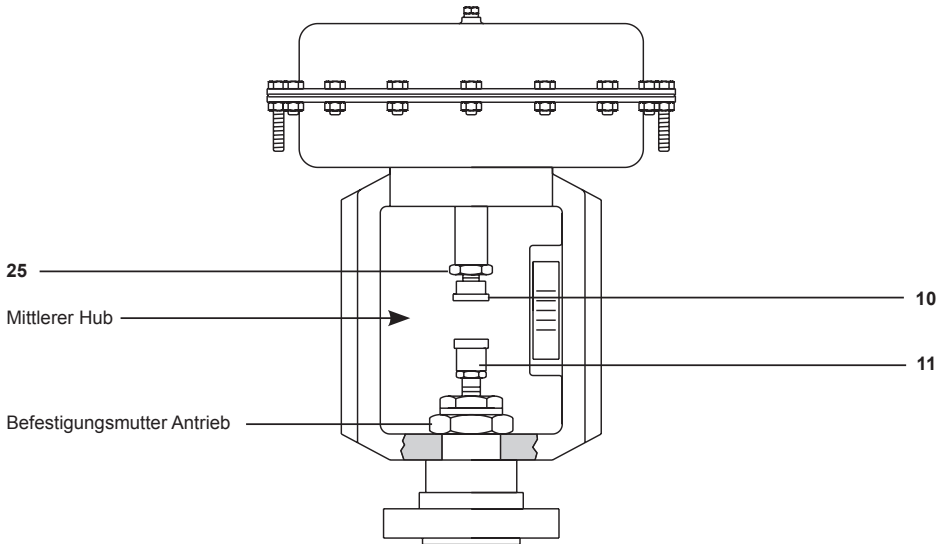

Abb. 9
- Die Befestigungsmutter des Stellantriebs (siehe Abbildung 9) lösen und entfernen und den Stellantrieb vom Ventil abheben.